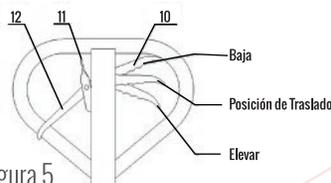

Figura 5
4.1 Una vez que el patín hidráulico manual ha sido ensamblado, trate de manipular el manubrio y opere en diferentes posiciones la perilla de la manija de control 10 para examinar la elevación, la posición libre y descarga y verifique si cualquiera de las posiciones es normal o no, observe figura 5.